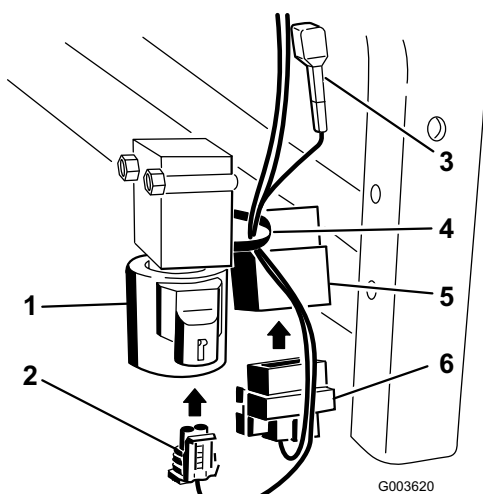

Figure 35
8. Connectez le connecteur carré au relais situé près de la valve (Figure 35).
9. Montez le petit connecteur sur la valve (Figure 35).